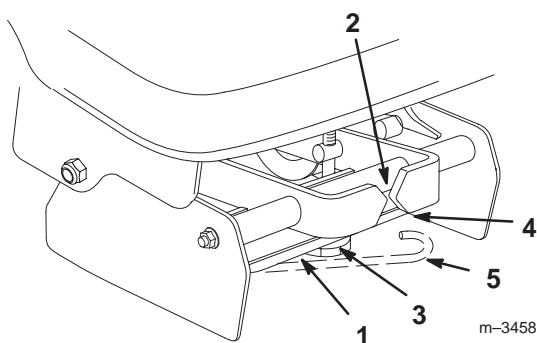

Figura 34
3. Gire el brazo de alivio de tensión hacia el conjunto de las poleas posicionándolo según muestra la Figura 34.